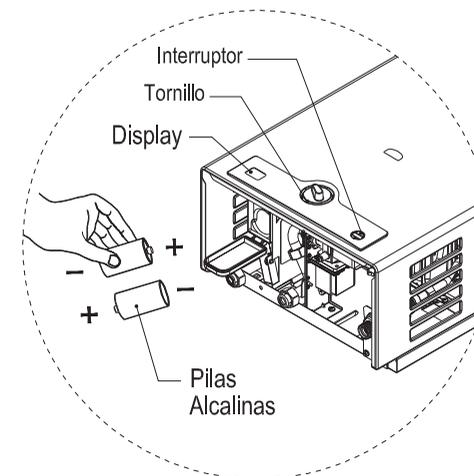

Fig. 4
4.4. Regulación de la temperatura: (ver fig. 4):
4.3. Encendido: (ver fig. 4):
Asegúrese que el gas está abierto y que su calentador tiene colocadas las dos pilas alcalinas (2x1,5 V tipo LR20) en su respectivo compartimento (fig. 4) y que están en buen estado y bien colocadas. Si el Display muestra "PA", esto indica que las pilas se encuentran en mal estado